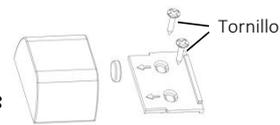

Fig.4
- For Rcontact TF Part 2: Abra la cubierta y luego use los tornillos para fijarla a la puerta (Fig 4)